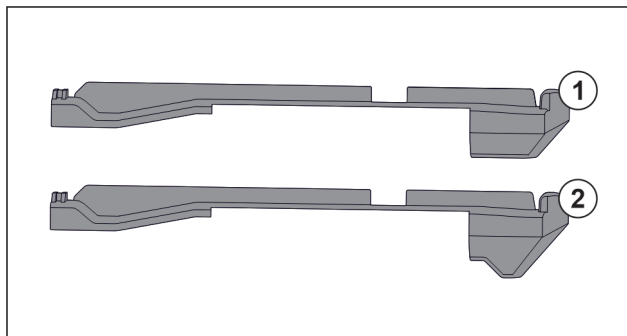

Fig. 141 Сравнение вставных частей
В устройстве находятся две разные вставные части. Вставная часть над самым нижним выдвижным ящиком Fig. 141 (2) имеет треугольную кромку. Все прочие вставные части Fig. 141 (1) имеют прямую кромку.
- ▶ Установите вставную часть Fig. 141 (2) с треугольной кромкой над самым нижним выдвижным ящиком.
- ▶ Установите вставную часть Fig. 141 (1) с прямой кромкой на все прочие места.